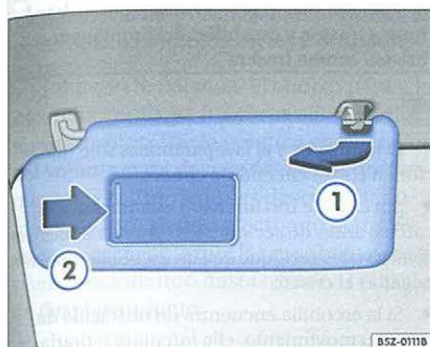

Fig. 56 Parasol del lado del conductor
Los parasoles pueden desencajarse de sus soportes laterales y girarse hacia el lado de la ventanilla ⇒ fig. 56 ① -flecha-.
Los espejos de cortesía están protegidos por una tapa de protección corrediza ⇒ fig. 56 ② -flecha-.